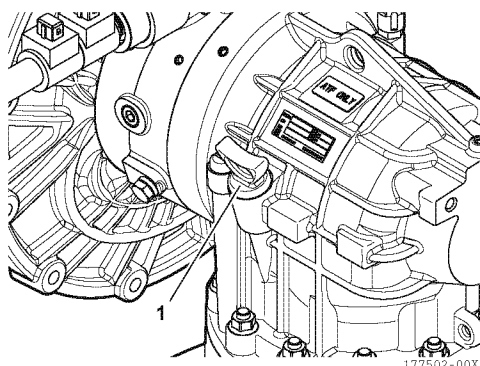

Abbildung 26
17. Den Messstab (1, **Abbildung 26**) mit dem neuen O-Ring einsetzen.